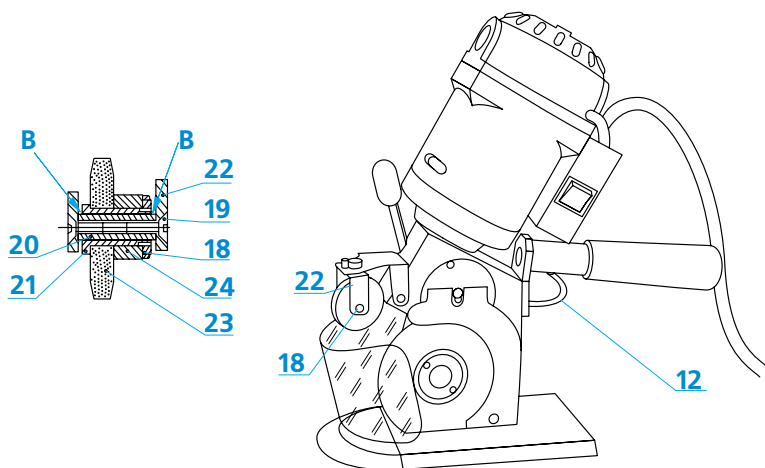

Рис.7
Эффективность затачивания ножа, при износе заточного камня, обеспечивается увеличением угла наклона камня к плоскости ножа. Если запас регулирования угла наклона камня будет исчерпан и износ камня таков, что невозможно добиться эффективной заточки, камень следует заменить на новый или “перемонтировать” устройство с камнем и использовать другую, еще не изношенную сторону. В обоих случаях следует демонтировать заточное устройство (рис.7). С этой целью выкрутить два винта (18) и отсоединить заточное устройство от кронштейна (22). Затем из втулки (21) вынуть ось (20) и, придерживая рукой бортик втулки, открутить гайку (19).
Теперь можно снять все элементы устройства и произвести замену камня (23). Монтаж заточного устройства выполнить, устанавливая на втулку элементы в той последовательности, как указано на рис. 7. Смонтированное заточное устройство присоединить винтами (18) к кронштейну (22) всегда в одном и том же положении, т.е. так, чтобы гайка (19) была со стороны тяги заточного устройства (12) - рис. 7.